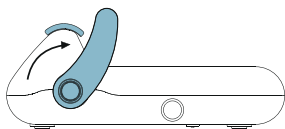

Fig. 4
- 5 Soulevez la poignée (Fig. 4) et prenez le sachet.